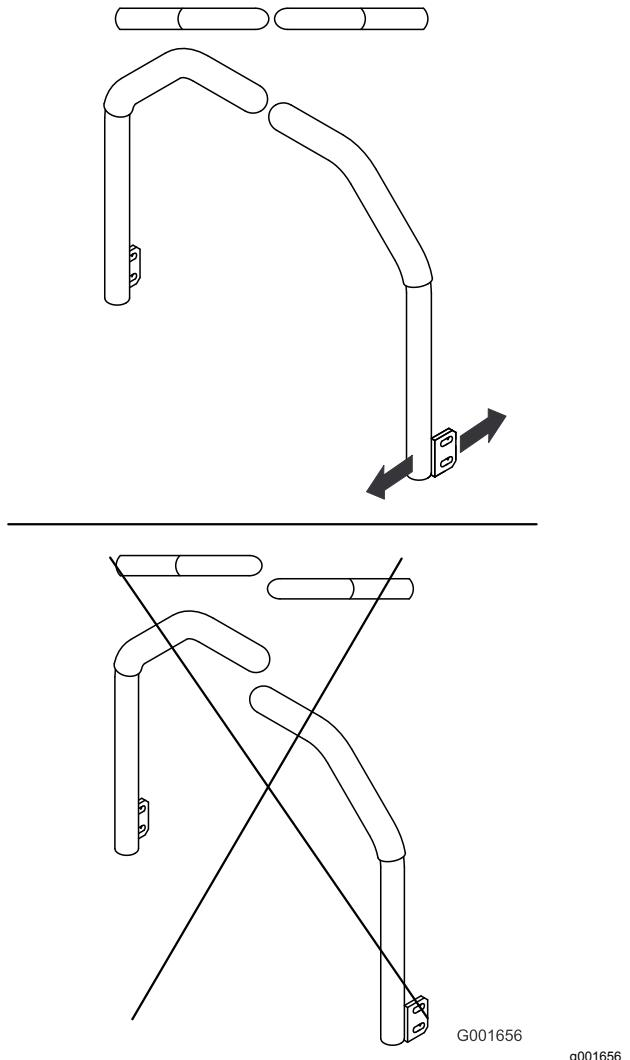

Bild 89
5. Stellen Sie die Fahrantriebshebel so ein, dass sie ausgeflacht sind und ziehen Sie die Schrauben an, um die Hebel an den Streben zu befestigen (Bild 89).